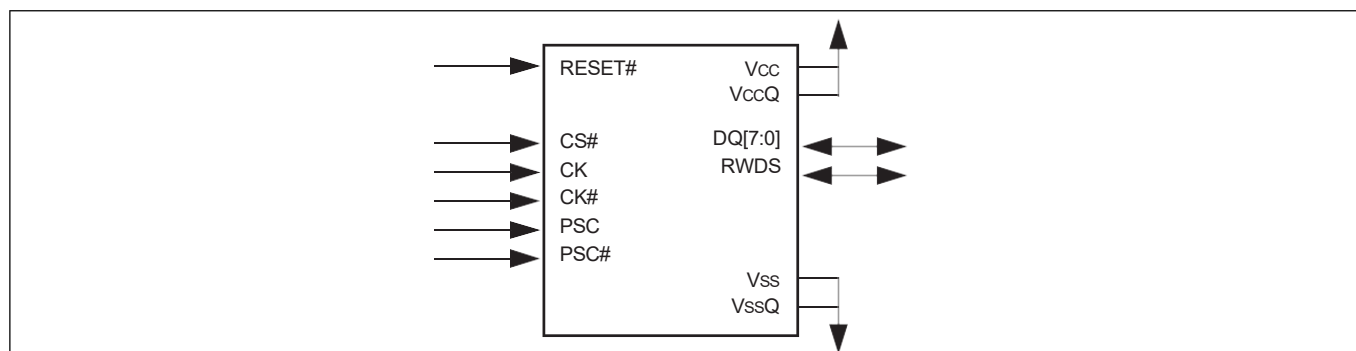

图 37 HYPERBUS™产品及 DCARS 信号图
73. 该图显示了图 37 的数据传输部分的近视图, 以便更清楚地显示数据有效期受时钟抖动和时钟输出延迟不确定性的影响。